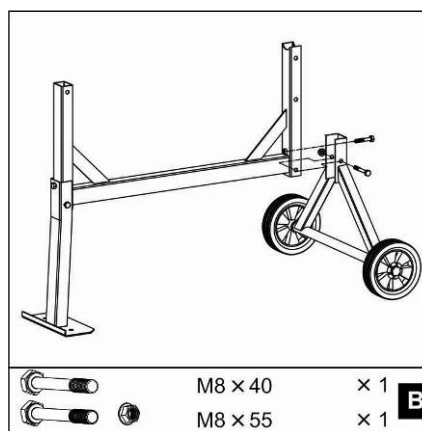

Рис. 5
Переверните раму и приложите опору с колесами (9) как показано на рис.5. Вставьте и притяните болты.